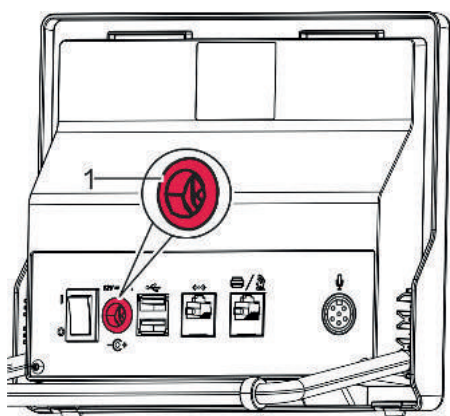

Abb. 40: Netzteilkabel entfernen
3. ➤ Netzteilkabel aus dem Netzanschluss (Abb. 40/1) ziehen.